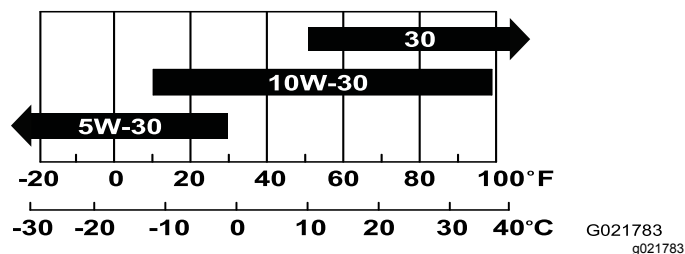

Рисунок 20
**Примечание:** Используйте масло SAE 10W-30 для общего применения. Вы можете использовать масло с другой вязкостью, указанной в таблице, если средняя температура в вашем регионе находится в указанном диапазоне (Рисунок 20).